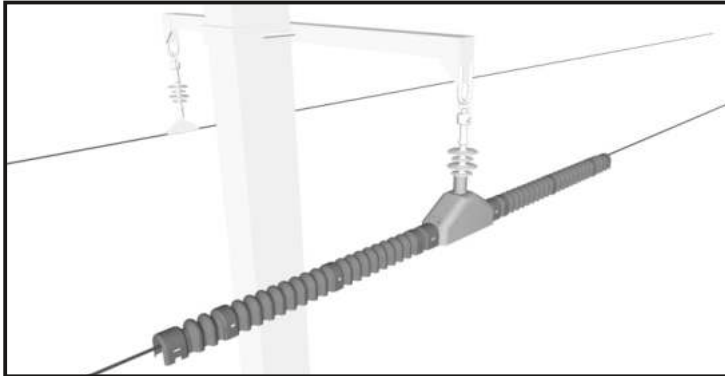

Рис. 42.
10.3.6. Поочередно присоединить гофр-рукава к капоту одевая сверху вниз, вставив их концевые части в соответствующие пазы капота (Рис. 42).